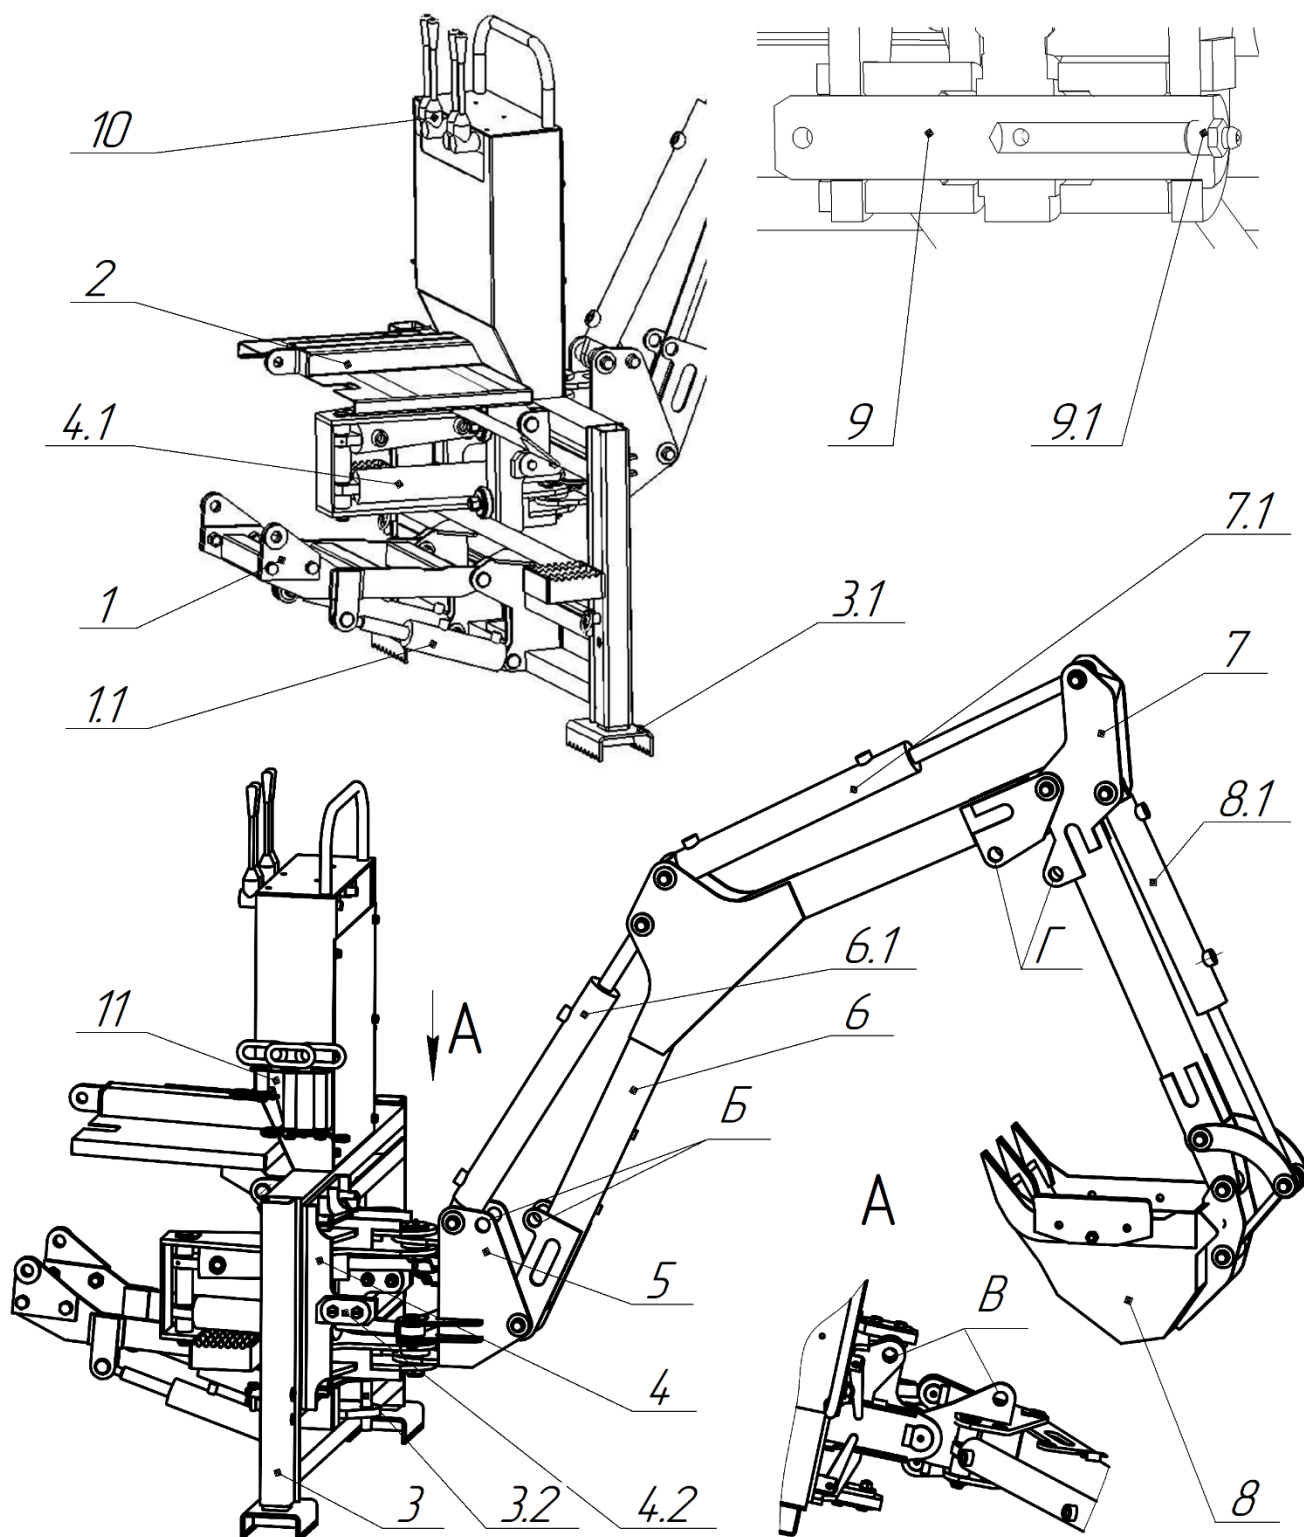

Рис.2
Основные составные части экскаватора (рис.2):
- снимите с нижнего рычага 1 (рис.2) проушины и установите их на ось нижних рычагов навески трактора;
- установите конец верхнего рычага с площадкой 2 (рис.2) на место верхней тяги навески, соедините штатным пальцем;